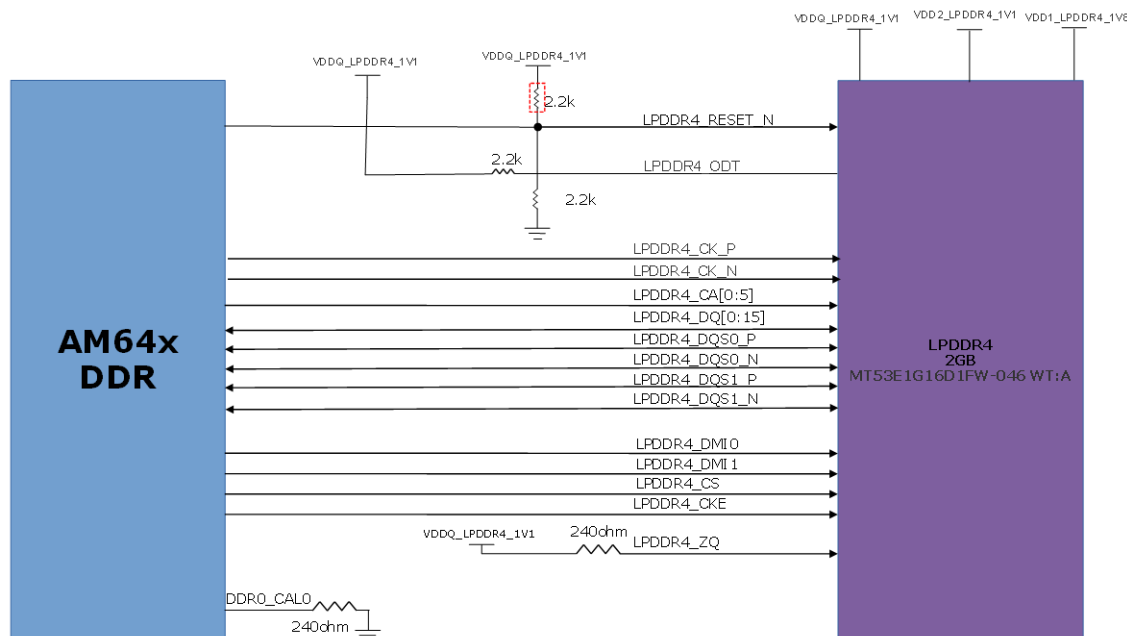

图 2-14. LPDDR4 接口
为 DQ、DQS 和 DM\_n 信号提供了 ODT（片上终端）。该器件能够提供三种不同的 ODT 模式：标称、动态和 Park，终端值为：RTT (Park)、RTT (NOM) 和 RTT (WR)。图 2-14 展示了 LPDDR4 和 AM64x 之间的 DDR 接口。